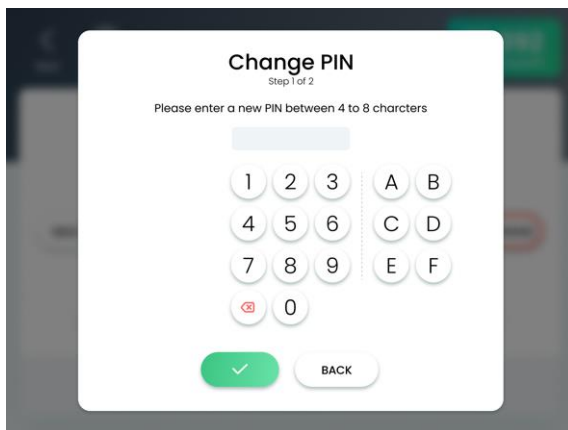

Figura 6-10. Pantalla de cambio de PIN (paso 1 de 2)
3. Pulse el botón **Change PIN** (Cambiar PIN); aparecerá la pantalla Change PIN (Step 1 of 2) (Cambiar PIN [Paso 1 de 2]), como se muestra en la Figura 6-10.